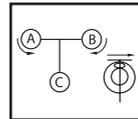

Abb. 6
- Zentrieren Sie durch Drehen der Fußschrauben (12) die Luftblase in der Dosenlibelle (7) (Abb. 6).